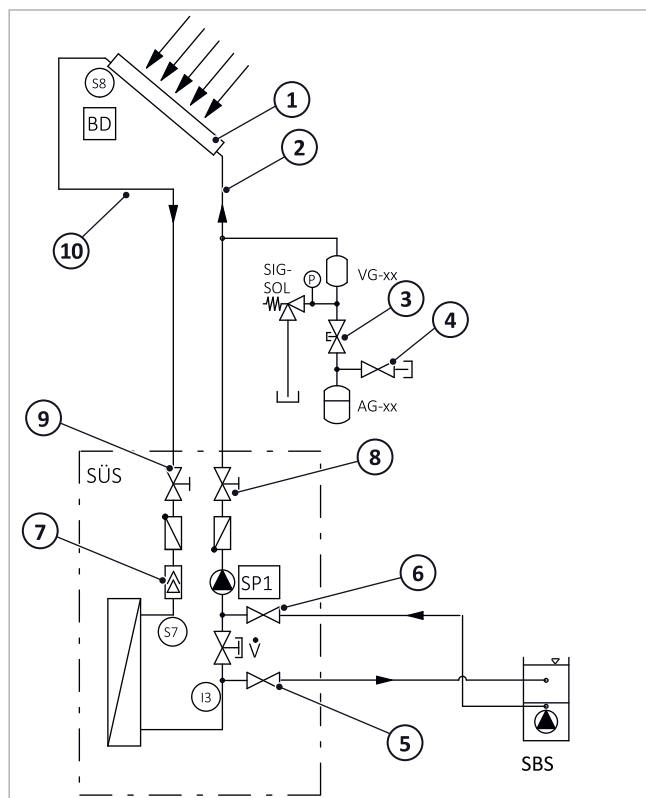

Fig. 105 : échangeur de chaleur solaire : rinçage du circuit de la pompe
- Après un nouveau remplissage du circuit solaire, du gaz se dégagera lors du fonctionnement et sera aspiré par le ventilateur aspirant de la station → Fig. 105, p. 57 (7). Ces dégagements de gaz diminueront après une certaine durée de fonctionnement. Au cours des premiers jours suivant la mise en service, purger le ventilateur aspirant et contrôler la pression de l'installation quotidiennement, puis espacer en fonction de la quantité d'air dégagée.